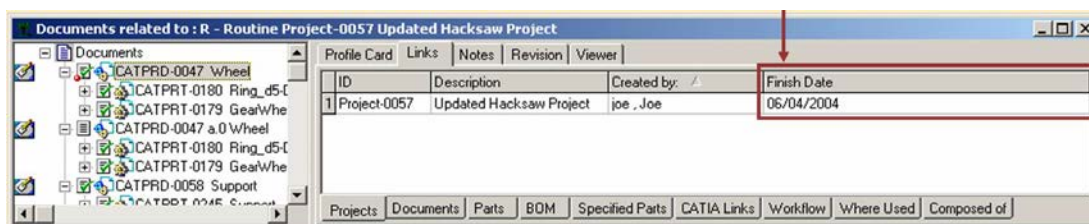

Рис. 9.10. Изменение свойств страницы
6. Атрибуты будут добавлены как новые колонки списка (рис.9.10).